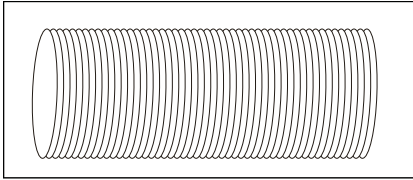

Abb. 3
1. Nehmen Sie den Schlauch aus der Verpackung heraus. (Abb. 3).